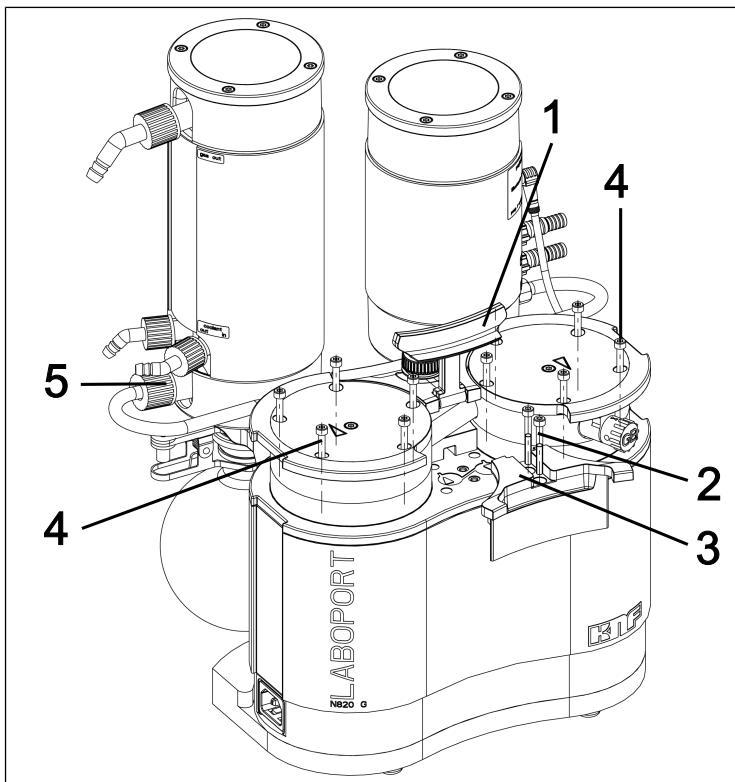

Fig.25: Démontage de la poignée
4. Desserrez l'écrou d'accouplement du raccord de tuyaux (5/ Fig. 25) des composants du système de vide.
5. Mettez la poignée (1/ Fig. 25) en position verticale.
6. Desserrez les deux vis (2/ Fig. 25) du cache de poignée (3/ Fig. 25).
7. Retirez le cache de poignée (3/ Fig. 25).
8. Desserrez les 10 vis extérieures de la tête (4/ Fig. 25) sur les deux têtes de pompe.
9. Retirez les 10 vis extérieures de la tête (4/ Fig. 25) hors des deux têtes de pompe.
1. Marquez la plaque supérieure (2), le couvercle (3) et la plaque intermédiaire (6) d'un trait de crayon continu. Cela permet d'éviter que les pièces ne soient mal assemblées par la suite.
2. Retirez les vis extérieures (4/ Fig. 25) des têtes de pompe.
9. Placez les 10 vis extérieures (4/ Fig. 25) dans la tête de pompe et serrez-les en croix (couple de serrage : SC820G : 4 Nm; SC840G: 5 Nm)
- i** S'il n'est pas possible d'insérer les vis extérieures (4/ Fig. 25) dans la tête de pompe, desserrez la vis de tête intérieure (1) et vérifiez que le couvercle de la tête (3) est bien fixé sur la plaque intermédiaire (6).
11. Serrez l'écrou d'accouplement du raccord de tuyaux (5/ Fig. 25) sur le condenseur haute performance (2/ Fig. 3) à la main.
1. Montez le cache de poignée (**3**/Fig. 25).
2. Serrez les vis (**2**/Fig. 25) du cache de poignée (**3**/Fig. 25) (couple de serrage : 2 Nm).